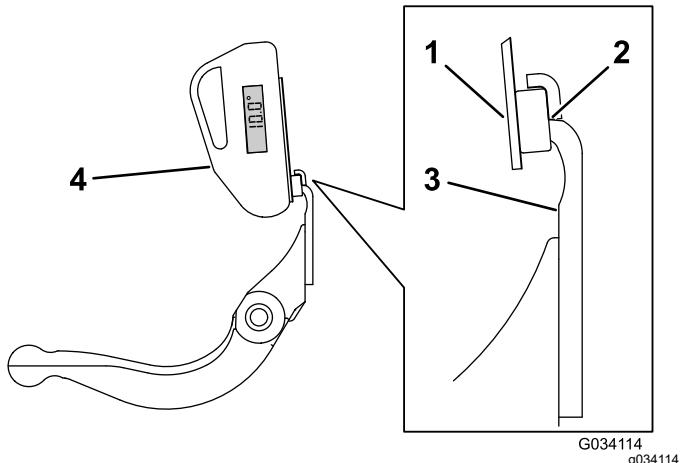

Figura 25
3. Coloque a montagem do indicador de ângulo na extremidade da lâmina de corte para que a extremidade do íman fique alinhada com a extremidade da lâmina de corte (Figura 25).
4. Coloque o indicador de ângulo na montagem, como se mostra na Figura 25.